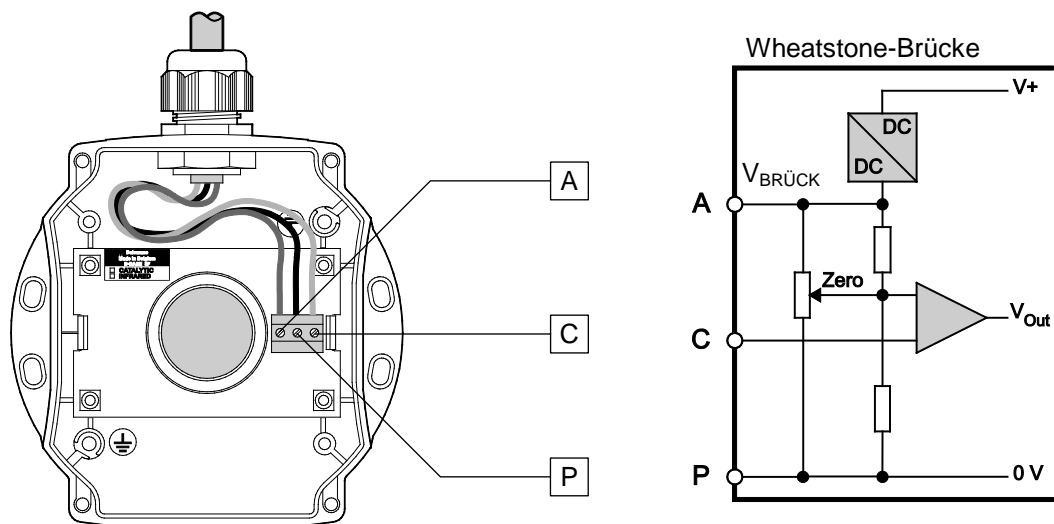

Abbildung 6: Anschluss des D•TEX3F
- Überprüfen Sie, ob der Anschluss mit dem Schema der Abbildung 6 übereinstimmt.
- Befestigen Sie die neue Karte im Gehäuse und schließen Sie das Kabel wieder wie in der Abbildung 6 angegeben an.
- Befestigen Sie die Karte im Gehäuse und schließen Sie das Kabel wieder wie in der Abbildung 6 angegeben an.